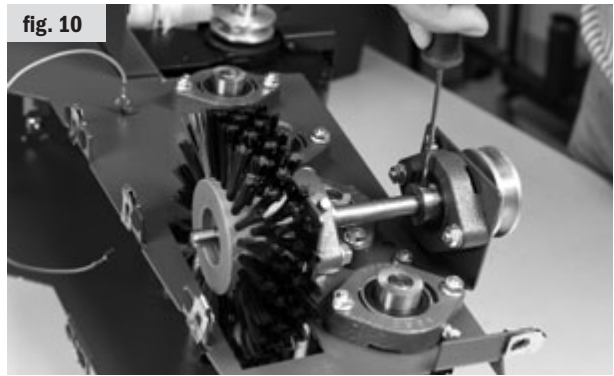

fig. 11
7. Per montare le spazzole nuove, procedere nell'ordine contrario a quello dello smontaggio. Le spazzole a disco devono avere un gioco di 1-2 mm rispetto alle teste vite (vedere fig. 11). Fissarle sull'alberino con dadi autobloccanti M10.